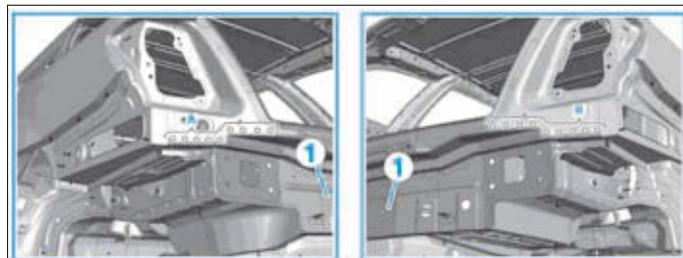

FIG. 177
- Poser et ajuster la jupe arrière (1), le malle arrière, les feux arrière et le joint d'étanchéité.
- Maintenir la jupe arrière (1) avec des pinces de serrage.
- Percer sur la jupe arrière des trous de Ø 6,5 mm dans les zones (A et B) (Fig.177).
- Chanfreiner les trous de rivet sur la jupe arrière (1) dans les zones (A et B).